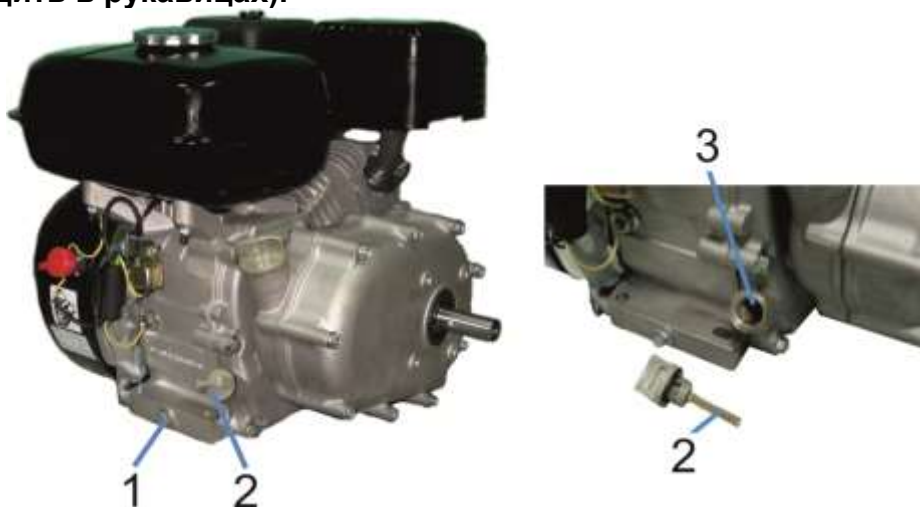

Рис. 8. Замена масла в двигателе.
- Завернуть сливную пробку на место и туго ее затянуть (Рис. 8).